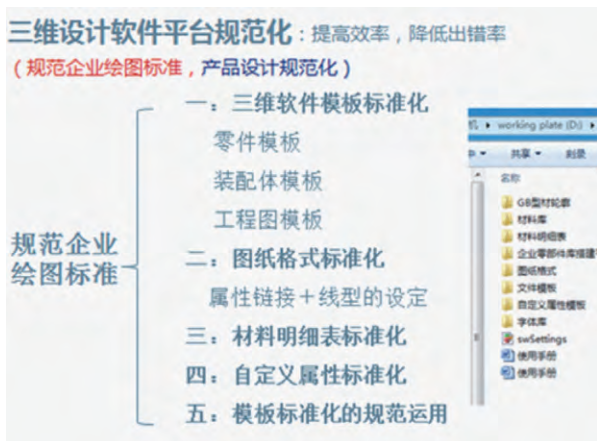

图 3
(1) 企业 3D 数字化平台软件绘图模板的标准化,如图 3 ~ 5 所示。